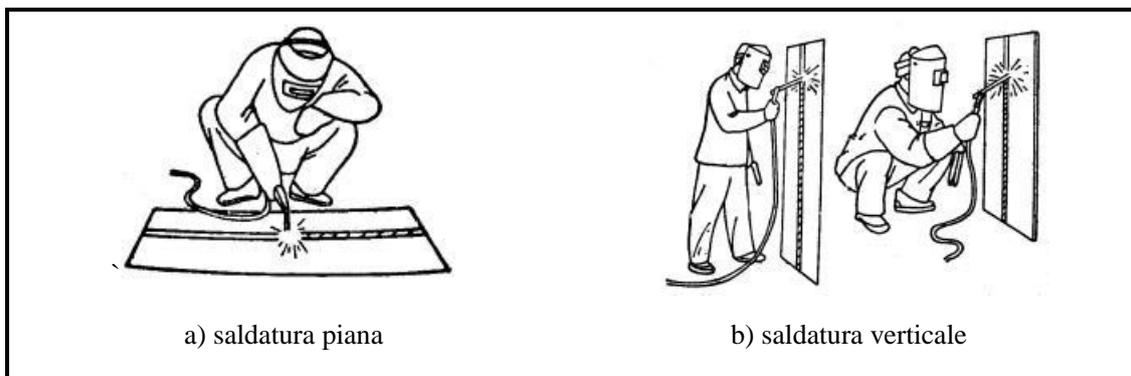

Fig. 12 Postura nella saldatura
(1) Angolo di saldatura: l'elettrodo dovrebbe essere inclinato a $70\sim 80^\circ$ in avanti. (Vedi Fig.12)
(2) Lunghezza dell'arco: un'adeguata lunghezza dell'arco é eguale al diametro dell'elettrodo, in generale.
(3) Velocità di saldatura: un'adeguata velocità di saldatura dovrebbe rendere la larghezza del cratere del cordone almeno il doppio del diametro dell'elettrodo, e la superficie del cordone dovrebbe essere piana con onde sottili. Se la velocità della saldatura é troppo alta, e il cordone é stretto e alto, le onde sono irregolari, e la fusione non viene ben eseguita. Se la velocità della saldatura é troppo bassa, la larghezza del cratere é eccessiva, e la parte da lavorare risulta facile da bruciare. Inoltre, la corrente dovrebbe essere appropriata, l'elettrodo dovrebbe essere allineato, l'arco dovrebbe essere basso, e la velocità della saldatura non dovrebbe essere troppo alta ma dovrebbe restare uniforme durante l'intero processo di saldatura.